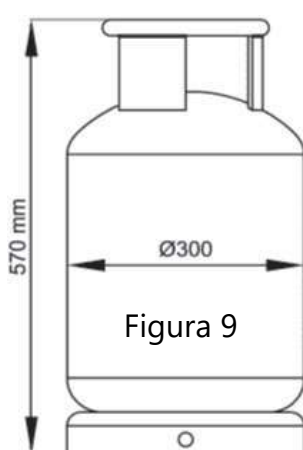

Figura 9
- Las dimensiones de la bombona de gas deben estar dentro de los valores de la figura 9.